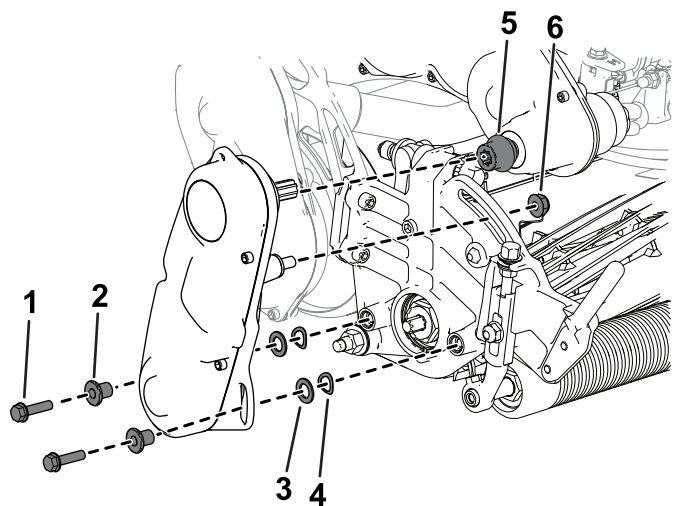

Figure 40
3. Déposez l'entraînement du cylindre de l'unité de coupe (Figure 40) et conservez les fixations.